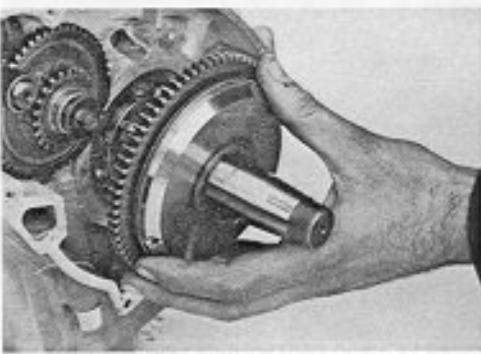

Fig. 123
- Installare sull'albero il gruppo della ruota libera completo di ingranaggio (Fig. 123).
- Install the starting clutch assembly complete with gear onto the crankshaft (Fig. 123).